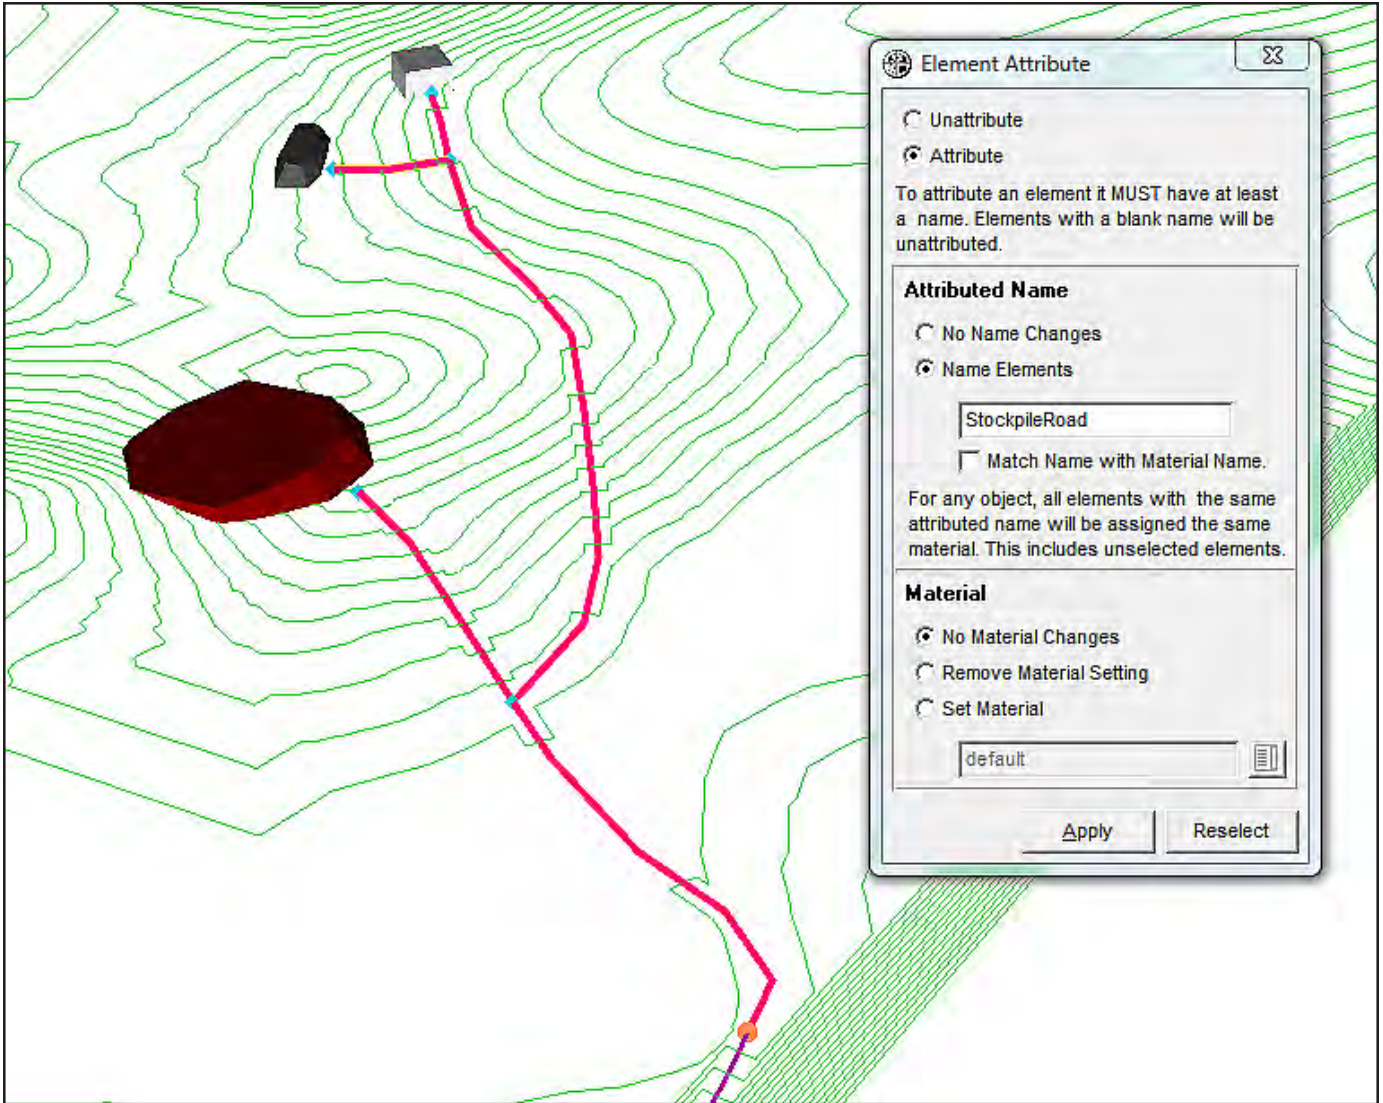

Figura 3. Asignación de un nombre de elemento a la ruta de carguío hacia el punto de acopio.
- b) Dentro del proyecto MineSight® 3-D, digitalice las polilíneas siguiendo las rutas de acarreo. Cada sección de la ruta debe estar entre dos de los puntos digitalizados en el paso anterior. Para lograr esto, es posible utilizar la función **point snap** para forzar los puntos finales de la polilínea hacia los puntos atribuidos. Es posible asignarles atributos a las polilíneas de las vías con la función **Element | Attribute** (Figura 3).